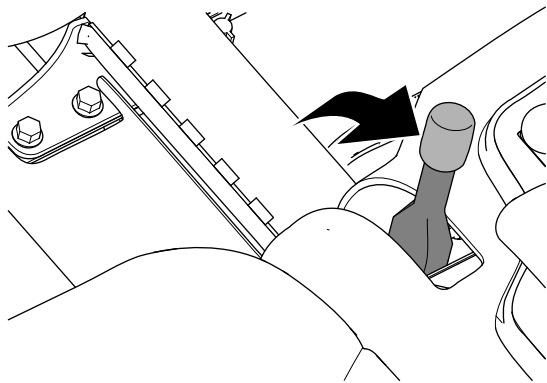

Рисунок 33
2. Включите стояночный тормоз (Рисунок 33).